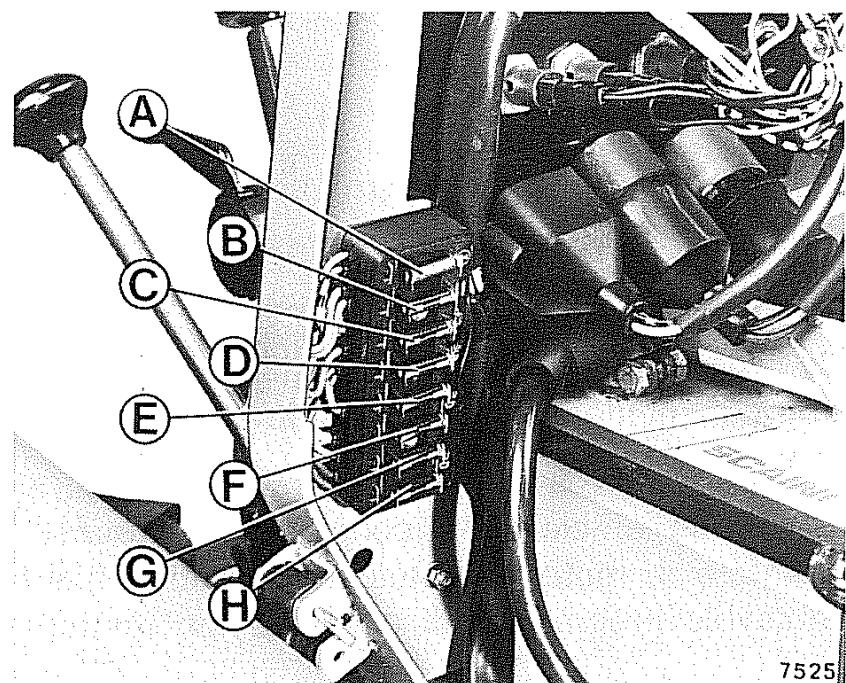

Fig. 14 - Valvole fusibili
Le valvole fusibili, per la protezione dell'impianto elettrico sono racchiuse in una apposita scatola portafusibili posta dietro il cruscotto, aprendo il cofano motore della motoagricola. La suddetta scatola contiene 8 fusibili disposti come in fig. 14.
N.B. - La eventuale sostituzione di valvole fuse, deve essere fatta impiegando valvole di 8 Ampère (15 Ampère solo per il fusibile A, fig. 14).